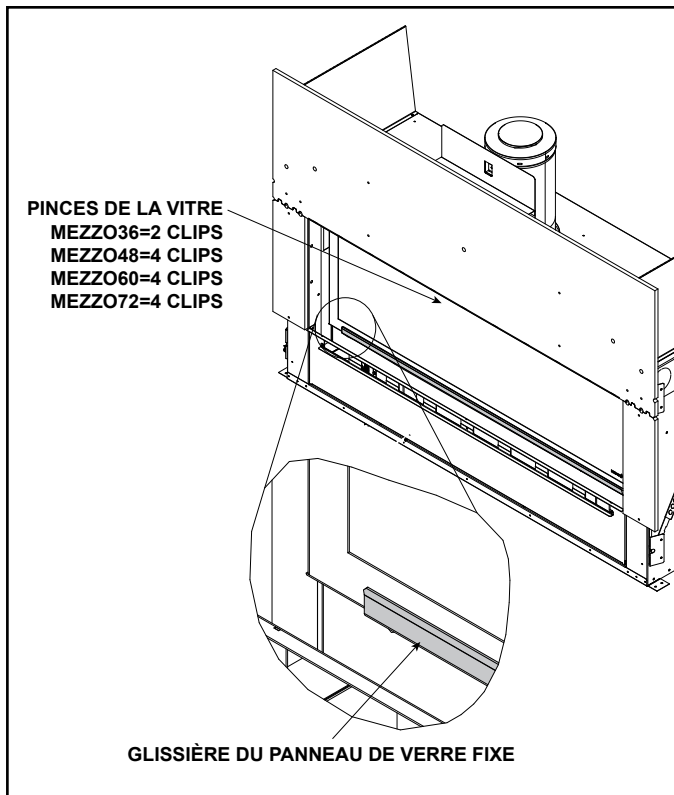

Figure 4.1 Panneau de verre fixe en place
2. Localisez les verrous de la vitre de l'appareil situés sur le bord supérieur de son cadre. Voir la figure 4.1.
3. Utilisez les deux index pour libérer les verrous à ressort. Voir la figure 4.1.